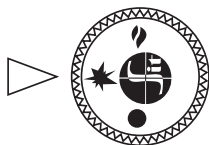

Рис. 8
- 7.3. Для розжиг пилотной горелки ручк упр вления переводится в положение **«искр»** (рис. 8).